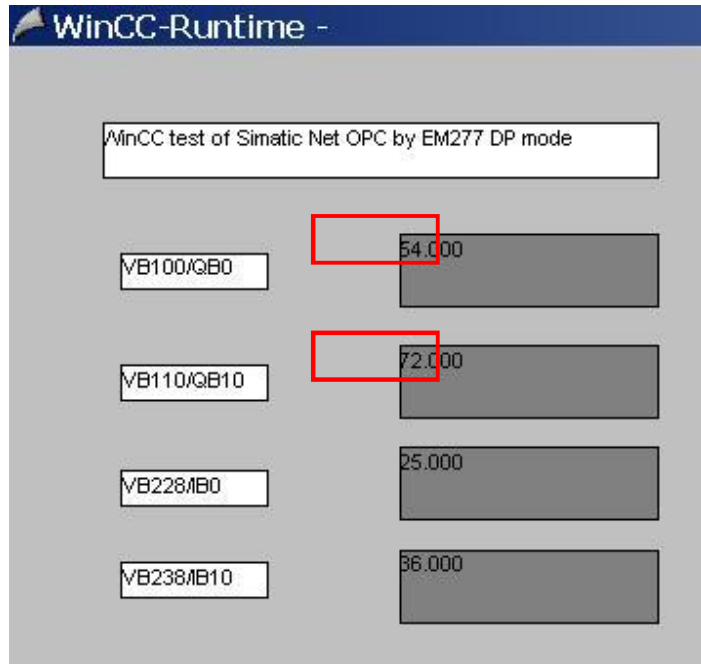

图 51 修改 Q 区数值
15. 可以修改 CP5613 A2 对应 Q 区内数值。如图 51 所示。